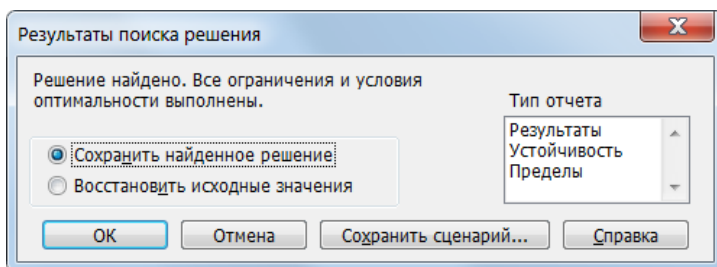

Рис. 9. Окно диалога **Результаты поиска решения**
7. Если программа нашла решение, то оно будет отображено в окне диалога **Результаты поиска решения** в виде сообщения (рис. 9). В этом случае нужно нажать кнопку **<ОК>**, т. е. сохранить найденное решение. Если сообщение другого содержания, нужно установить переключатель: **Восстановить исходные значения**, нажать кнопку **<ОК>** и проверить правильность ввода формул в электронную таблицу, ввода параметров в окно диалога **Поиск решения**, внести изменения при обнаружении ошибки и повторить операцию поиска оптимального решения.